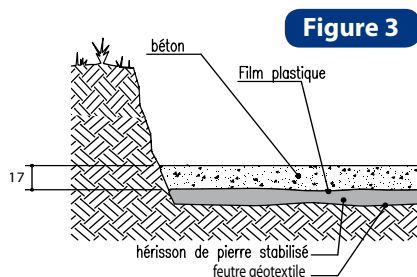

Figure 3
- Mettez impérativement le terrassement de niveau. (figure 3).